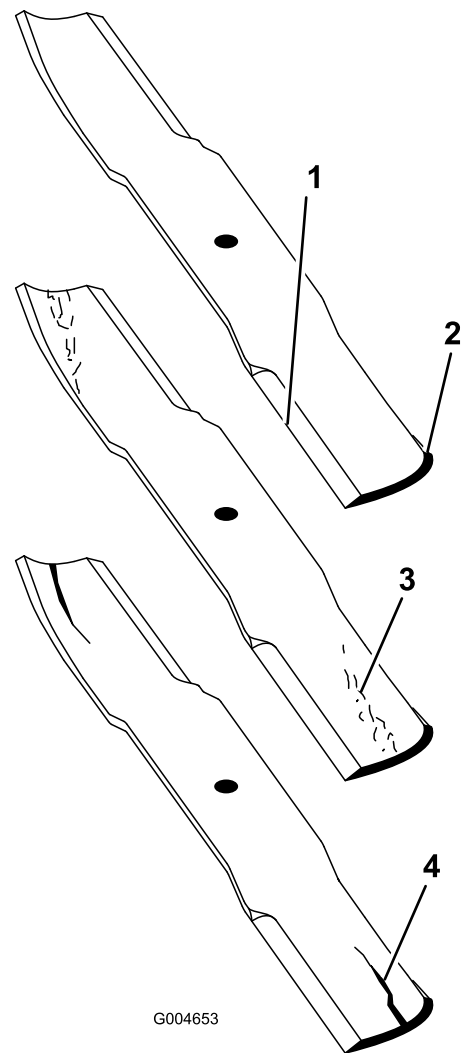

Figura 25
2. Examine cuidadosamente as extremidades da lâmina, prestando especial atenção à zona onde se encontram as partes curvas e planas da lâmina (Figura 25).
Nota: A areia e os materiais abrasivos podem desgastar o metal entre as partes plana e curva da lâmina; por isso, verifique a lâmina antes de utilizar a máquina. Se der conta de desgaste (Figura 25), substitua a lâmina.